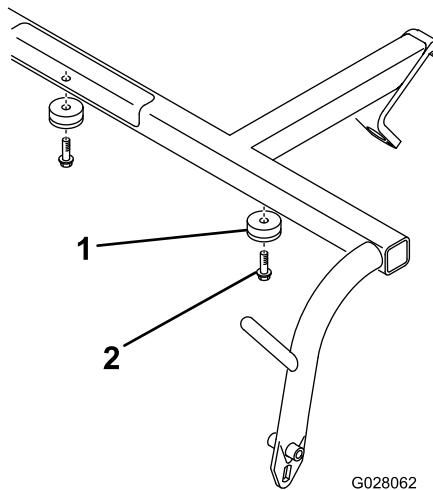

Figure 2
- Montez les 2 butées en retrait dans la face inférieure de chaque tube transversal du cadre de traction au moyen de 2 vis autotaraudeuses à embase (Figure 2).